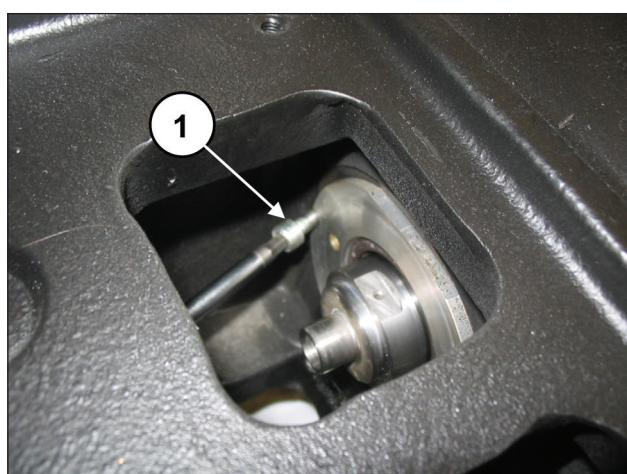

Рис. 143
Убедитесь, что крышка полностью вошла в гнездо (поз. ①, Рис. 142), следя за тем, чтобы не повредить кромку сальника. Прикрутите крышки сальника 2 винтами M6x14 (поз. ①, Рис. 143).